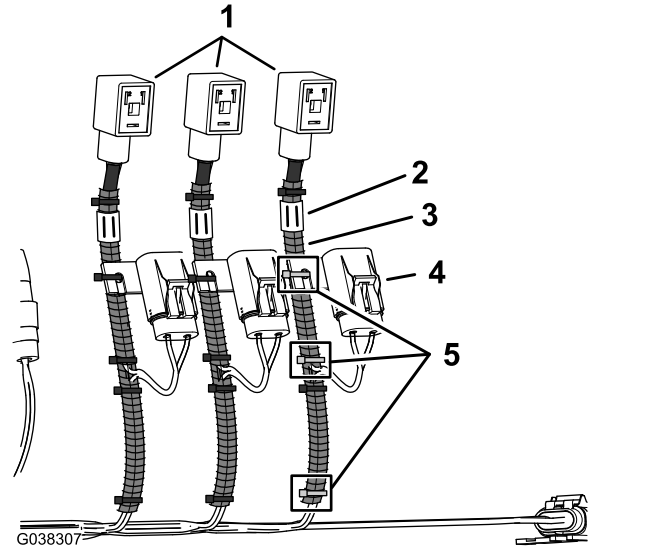

Bild 29
1. Entfernen Sie am Heck der Maschine die drei Kabelbinder ab, mit denen der Wellschlauch und der interne Sicherungskasten am Kabelbaum für den mit RIGHT SPRAY VALVE beschrifteten Zweig befestigt sind, wie in Bild 29 abgebildet.